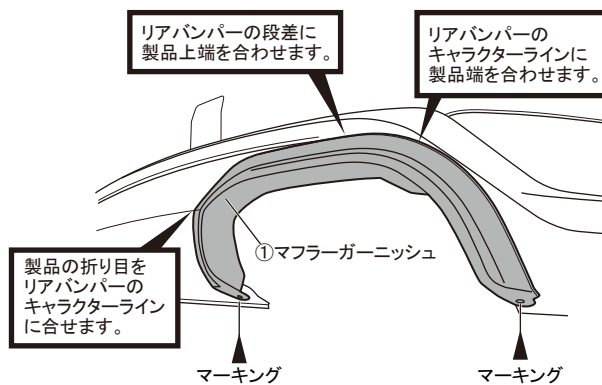

図3 両面テープ貼付け位置
5. 図3を参照し、①マフラーガーニッシュ裏側に④両面テープを貼付けます。